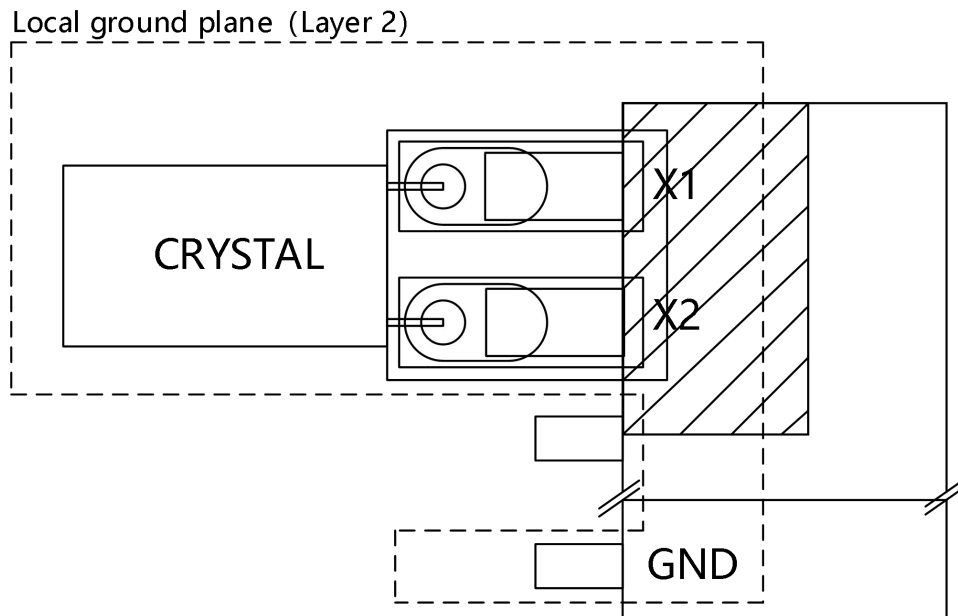

图 5. 推荐的晶体局部接地层
5. 在PC电路板上紧挨晶体放置局部接地层也会起到将晶体与电路板其它层信号的噪声耦合进行绝缘的作用。这里要注意接地层只能在晶体附近，不能覆盖整个电路板，图5所示为局部接地层示意。接地层外缘不能大于保护环境外缘。